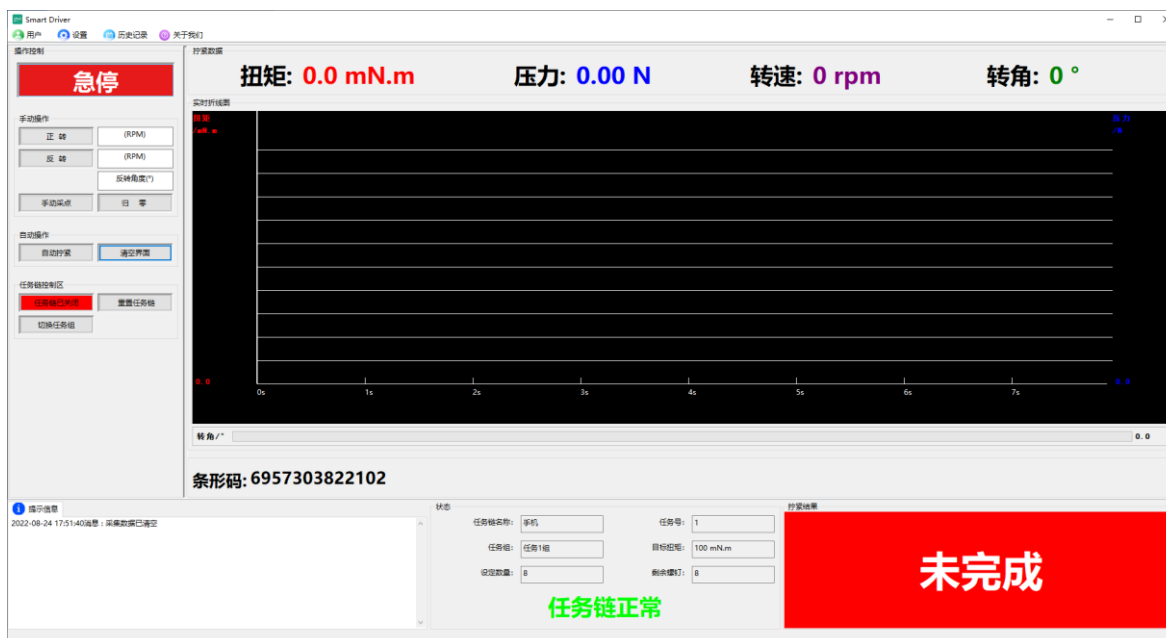

图 32 扫码枪扫描条形码
1. 开启扫码枪确认: 只有在登录界面勾选扫码枪并选择扫码枪的端口号后这里才能使用。开启扫码枪确认的下拉框如果选择“否”, 那么扫码枪不会对螺丝刀的运行有任何影响, 扫码枪只是扫描条形码并将扫描到的条形码显示在界面上, 如图 32 所示;